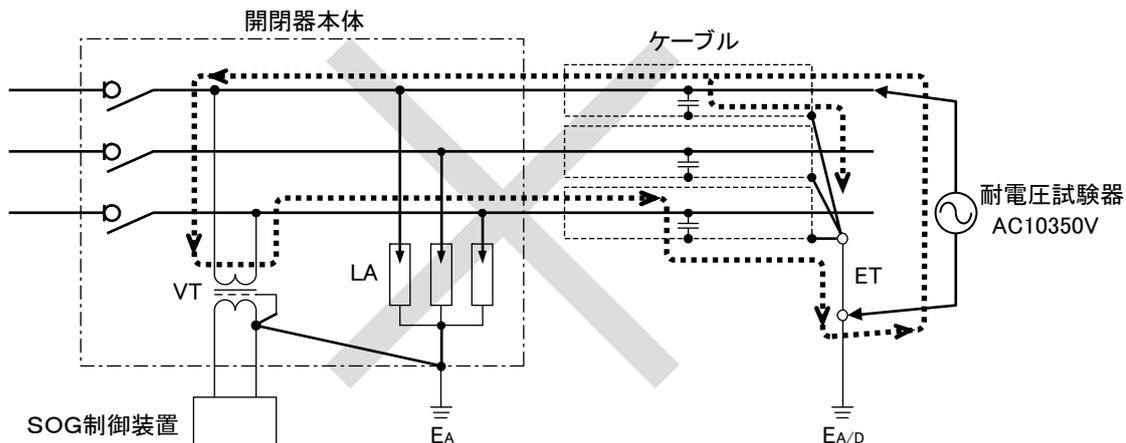

図10 一相のみに試験電圧を印加した場合の電流経路
2. 一相毎の商用周波耐電圧試験はVTが焼損しますので絶対に行わないでください。(図10)